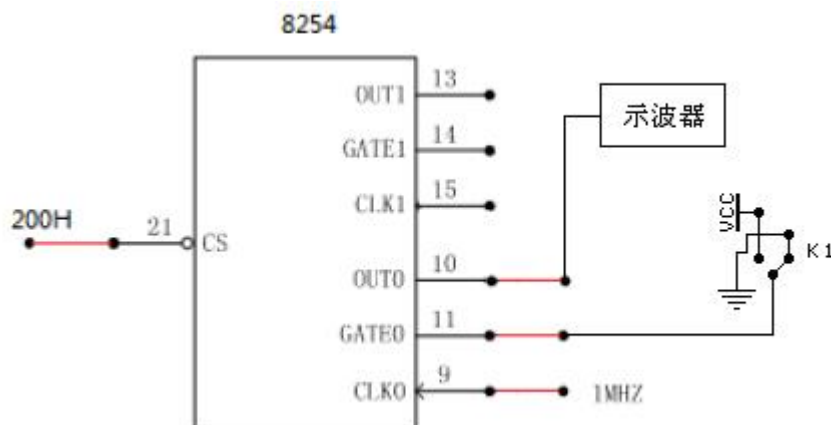

图 1-1 实验连线图
- 1、编写程序分别显示 2、3 工作方式下的波形。要求 2 方式的输出频率为 1000Hz，3 方式的输出频率为 2000Hz。本实验使用 8253A 的定时/计数器 0，GATE0 通过 K1 接到+5V 或地，CLK0 接 1MHZ 的时钟脉冲，OUT2 接示波器观测输出波形（连接线见图 1-1 示）。